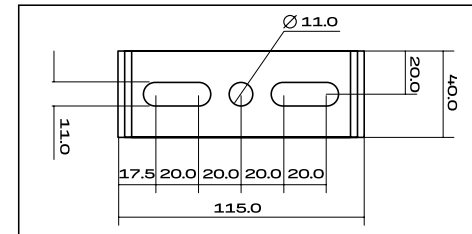

Рис. 2
- 5.6.2 Подготовьте отверстия для винтов в потолке в соответствии с указанными размерами монтажного кронштейна типа лира (рис. 2), после чего надежно закрепите кронштейн.